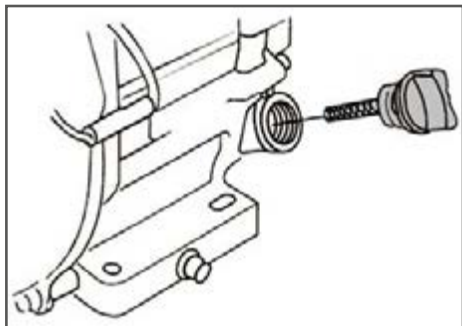

Рис. 10 Крышка-щуп маслосливной горловины
2. Открутите крышку-щуп маслосливной горловины и извлеките щуп (Рис. 10).
2. Открутите крышку-щуп маслосазливной горловины и извлеките щуп (Рис. 10).